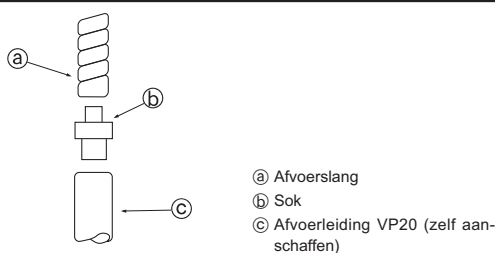

Fig. 5-1
5.1. Afvoerleidingen (Fig. 5-1)
- Gebruik, voor de aansluiting op de VP20, de sok ⑤. Bevestig de sok aan de leiding met een PVC-lijm, zodat deze niet kan lekken.